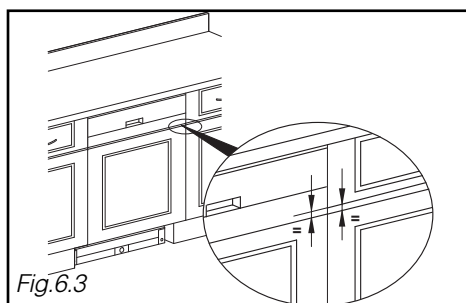

Fig. 6.3
- Mål afstanden mellem skuffen og beklædningspladen på møblet ved siden af (Fig. 6.3).